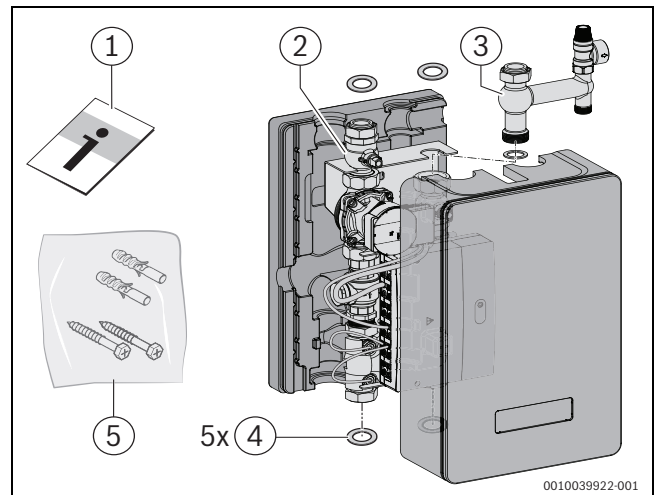

Bild 4 Lieferumfang HW-Set HYC25
- Anschluss-Set Hybrid inklusive Elektronik-Modul (→Bild 4).